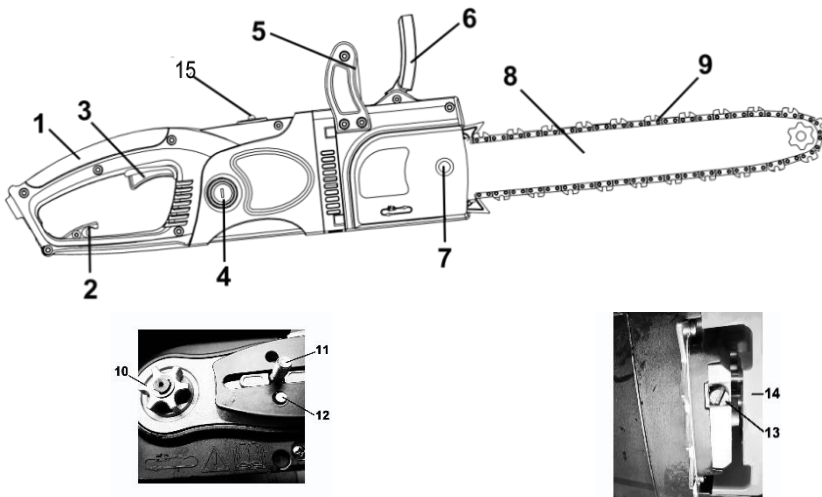

Рисунок 1
який встановлений по «подовжній» схемі – вісь двигуна паралельна вісі виробу, при цьому рух на приводну шестерню ланцюга передається під кутом 90° через конічний редуктор; системи зчеплення з відцентровою муфтою та гальмами, – згідно рис. 1.
4.1.1 Для увімкнення виробу натисніть на кнопку блокування від випадкового вмикання (розташована з лівого боку основної рукоятки), а потім на важіль перемикача (3) (рис. 1). Для відключення виробу слід важіль відпустити.